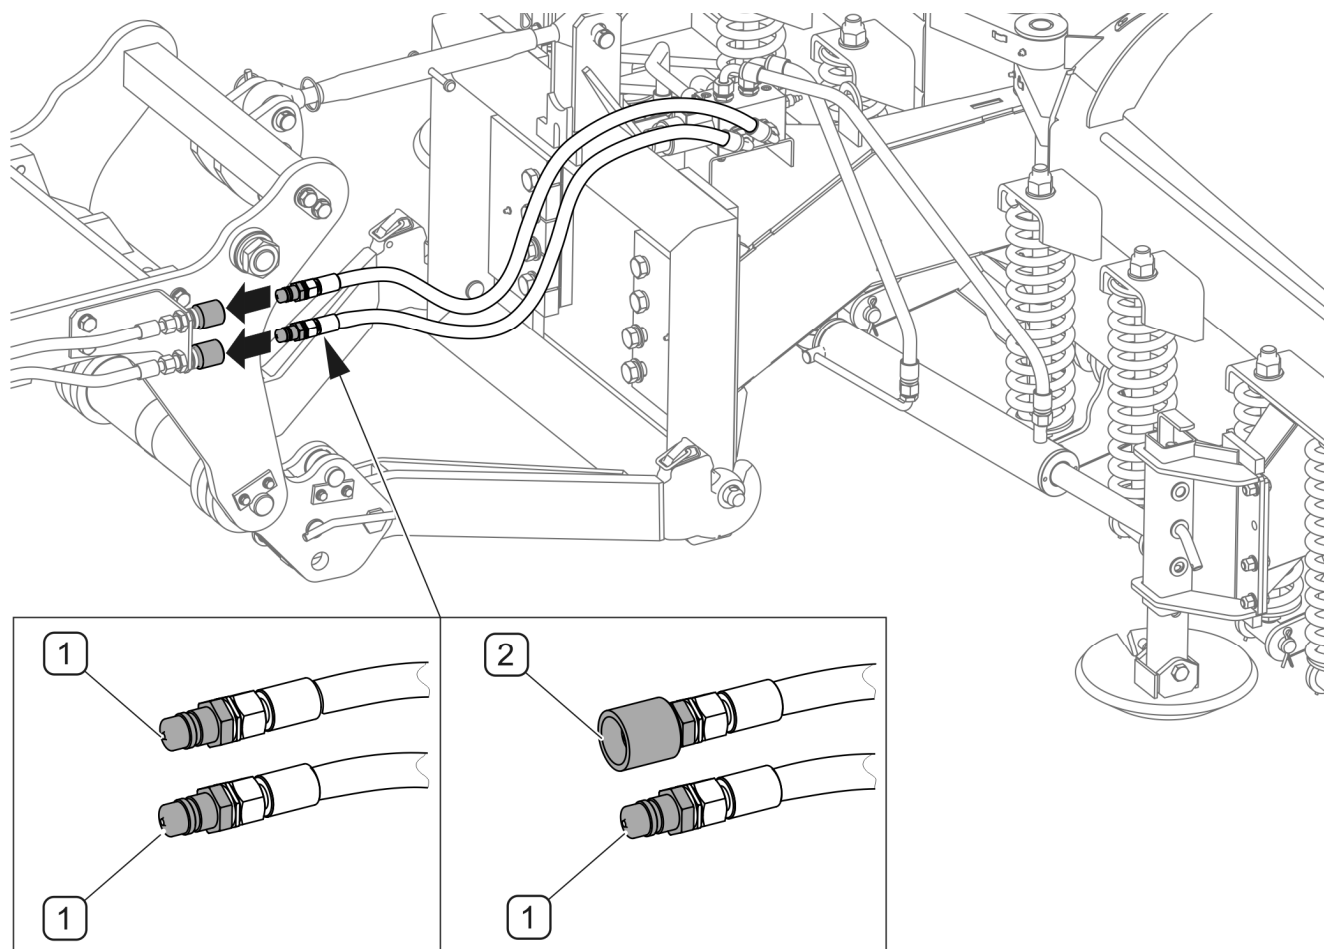

РИСУНОК 4.2 Подсоединение гидравлической системы.
Гидравлические быстрые разъемы снегоотвала (РИСУНОК 4.2) подсоединяются к двум разъемам одной секции внешней гидравлики транспортного средства. В зависимости от версии комплектации машины она может быть оснащена двумя гидравлическими разъемами (1) или разъемом (1) и гидравлическим гнездом (2).